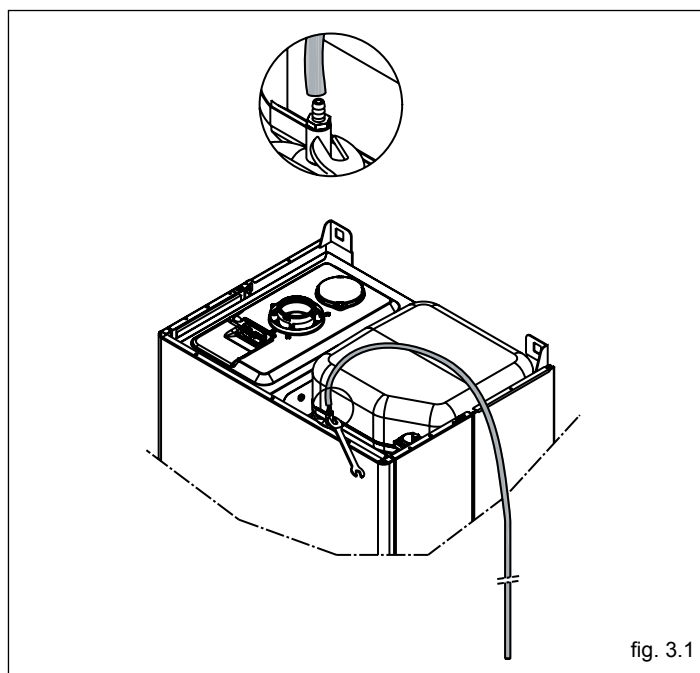

fig. 3.1
3.3 Udluftning og opstart af kedel (fig. 3.1)